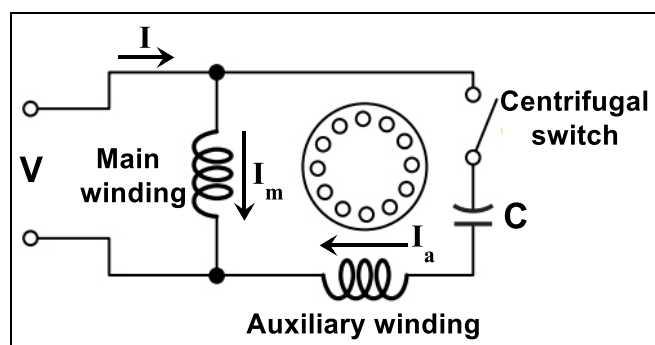

Fig. 1.1-18 Capacitor Start Motor
- **Capacitor-start motor** (Fig. 1.1-18)